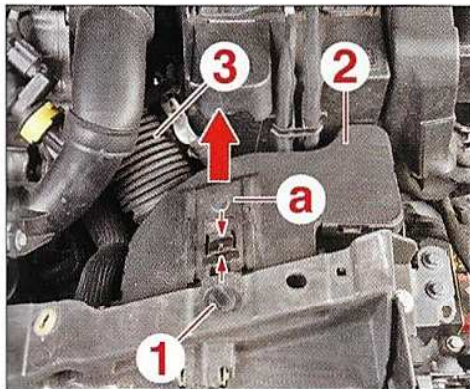

FIG.1
- Déposer l'agrafe (1) (Fig.1).
- Déposer le résonateur d'air (2) avec le conduit d'air (3).